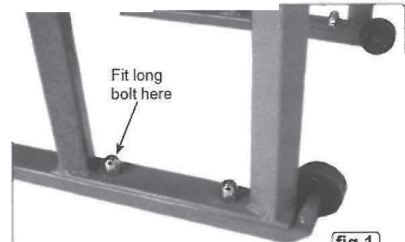

fig.1
7. Installez la plate-forme en la vissant sur une longue tige métallique et en serrant la poignée. La partie supérieure de la tige traverse un trou dans le cadre et est maintenue en place avec un écrou à chapeau et une rondelle. La partie inférieure de la tige est fixée en installant un levier métallique avec un écrou. Ensuite, dévissez l'écrou à chapeau vissé (fig. 1), placez le levier métallique sur le boulon et revissez l'écrou à chapeau. Serrez tous les écrous dans l'ordre. Assurez-vous que la tige métallique est suspendue verticalement du cadre tout en étant également perpendiculaire au levier métallique (reportez-vous à la fig. 5).
REMARQUE : le boulon le plus long doit être installé à l'emplacement indiqué sur la Fig. 1